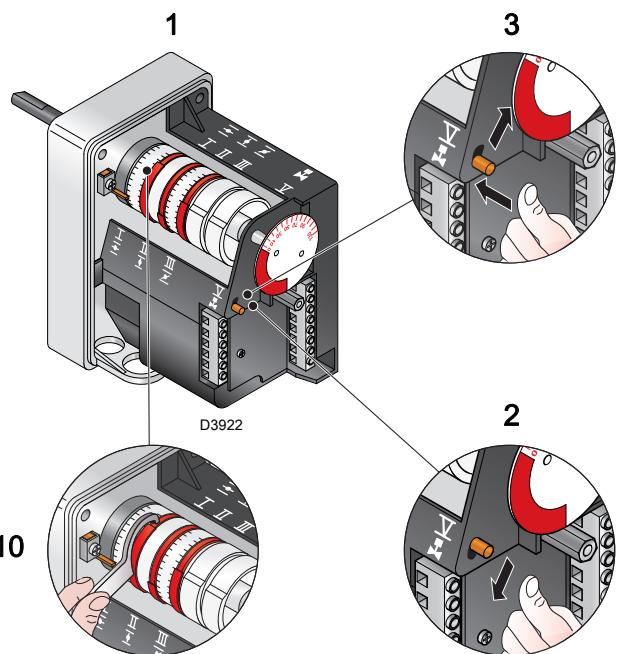

图 32
- 对于凸轮 III 的任何必要调整，特别是对于小的调整，可使用用磁吸方式固定在伺服马达下方的特殊钥匙 10 ) ( 图 32 )。
#### 图例 ( 图 32 )